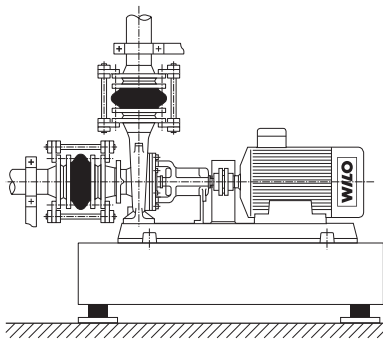

Fig. 10: Ligar a bomba sem tensões
- As tubagens não podem transmitir forças à bomba. As forças devem ser absorvidas imediatamente antes da bomba e as tubagens ligadas sem tensões (ver Fig. 10).
- A dilatação das tubagens no caso de subida da temperatura deve ser compensada através de medidas adequadas (ver Fig. 10). Vem ser evitadas bolsas de ar nas tubagens através de instalações adequadas.